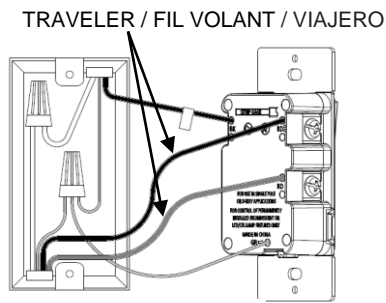

FIG. 6
- Retirer l'étiquette d'isolement "A" et raccorder le deuxième fil volant à la vis de borne rouge restante, identifiée "RD" (FIG. 6)
- Retirar la etiqueta de aislamiento "A" y conectar el segundo cable viajero al tornillo terminal rojo restante marcado con "RD" (FIG 6)
- Remove the insulation label "A" and connect the second traveler wire to the remaining red terminal screw marked with "RD" (FIG 6).